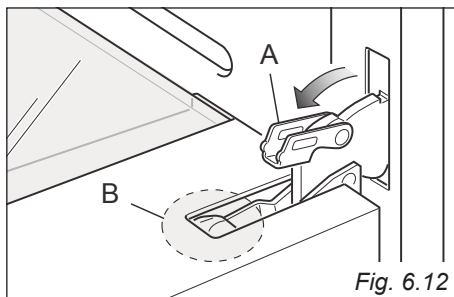
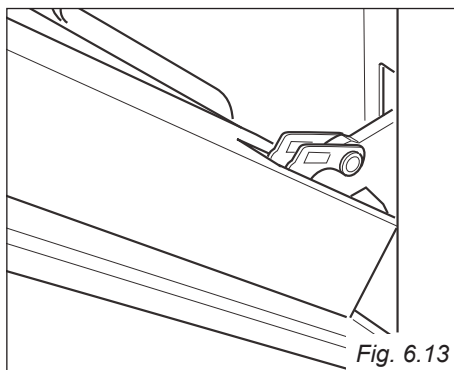

Fig. 6.12
Fig. 6.13
- Aprire completamente la leva "A" delle cerniere destra e sinistra (fig. 6.12).
- Socchiudere dolcemente la porta (fig. 6.13) fino a quando le leve "A" delle cerniere destra e sinistra si agganciano alla parte "B" della porta (fig. 6.12).